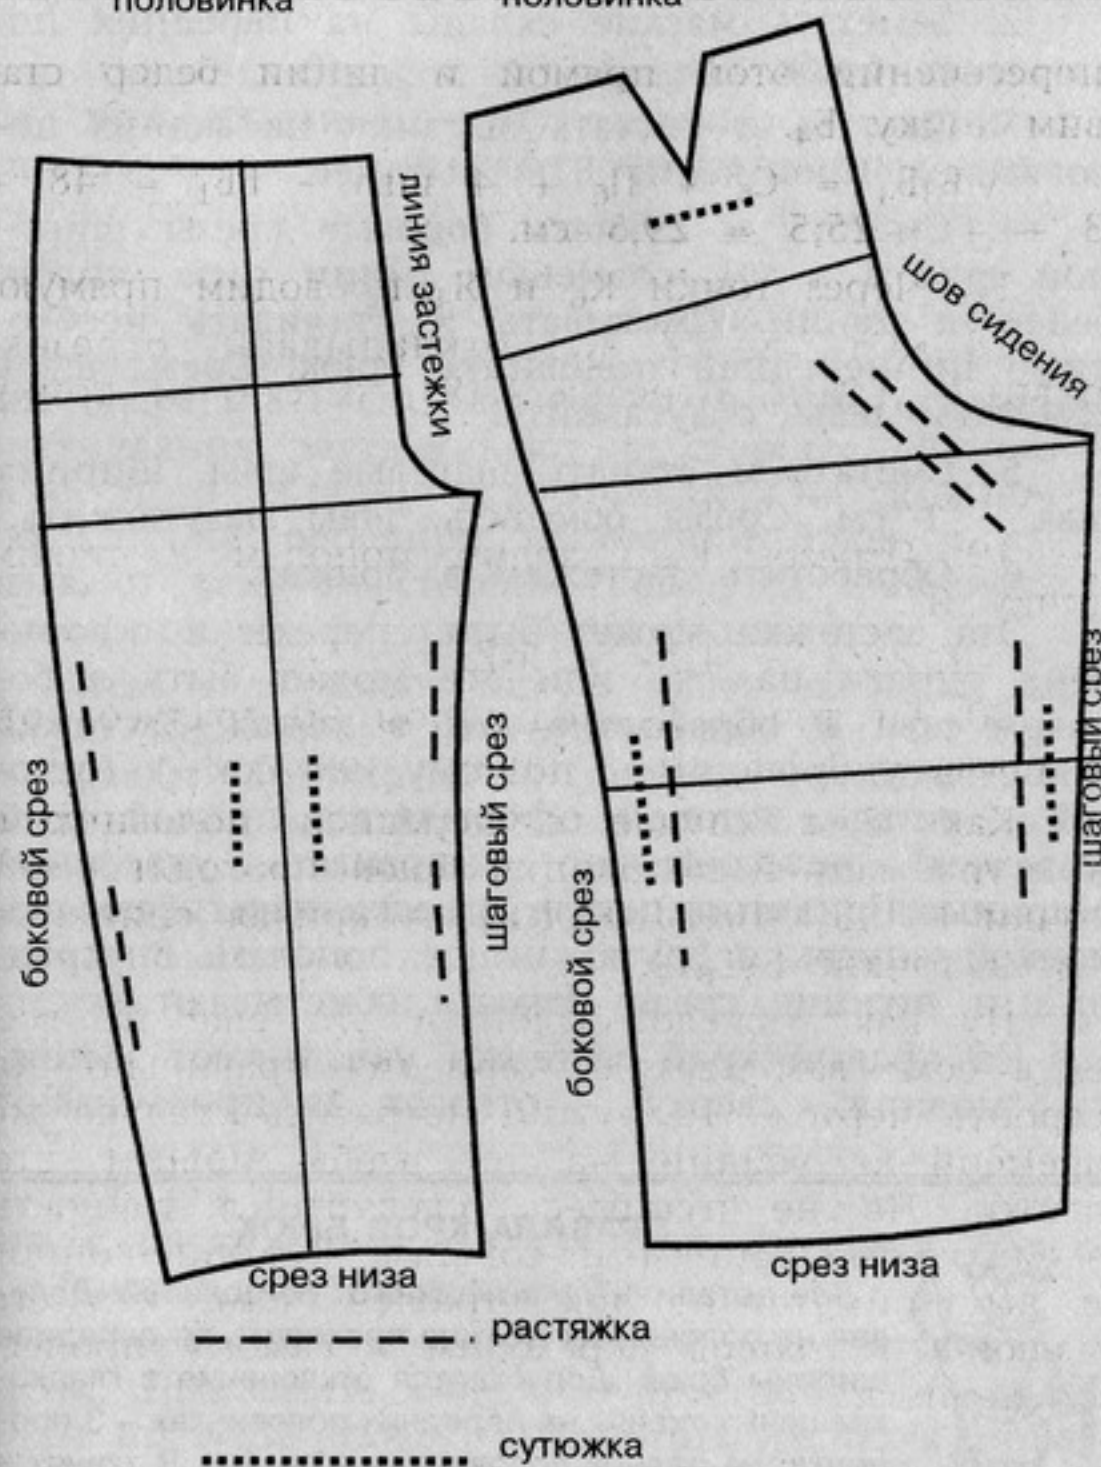

рис. 175. Влажная тепловая обработка брюк
1. После раскроя необходимо произвести влажную тепловую обработку всех деталей брюк, как показано на рис. 175.